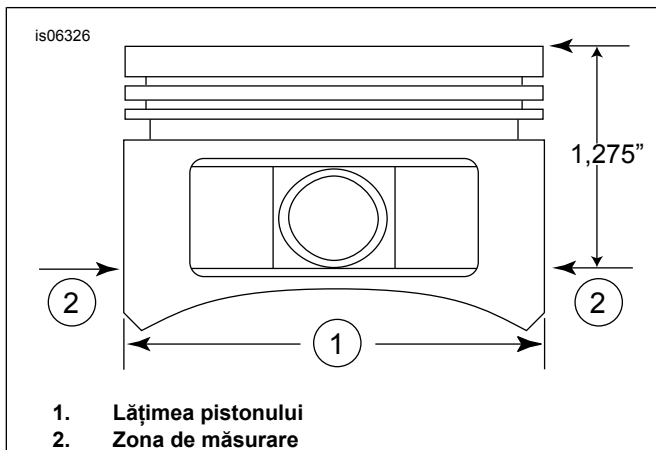

Figura 2. Măsurători piston
5. Consultați Figura 2 . Măsurați lățimea pistonului (1), 90 de grade pe orizontală de ambele părți ale orificiului pistonului și 1.275 in. (32,385 mm) în jos față de suprafața punții (superioară) a pistonului (2). Consultați Tabelul 11 pentru potrivirea pistonului-la cilindru în acest loc.